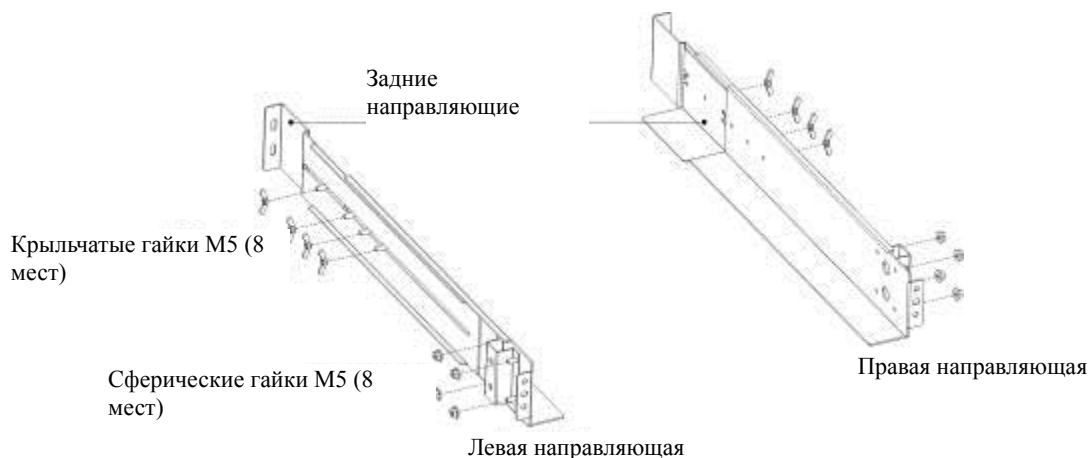

Рисунок 1 Закрепление направляющих
- c) Затяните четыре сферические гайки M5 в боковой части направляющей в сборе (см. Рисунок 1).